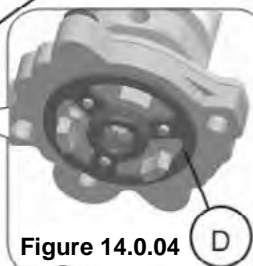

Figure 14.0.04
3. Vérifiez que le joint en caoutchouc (D) fixé au régulateur de pression (E) est bien placé, voir Figure 14.0.04, sinon installez le joint comme illustré à la Figure 14.0.04.